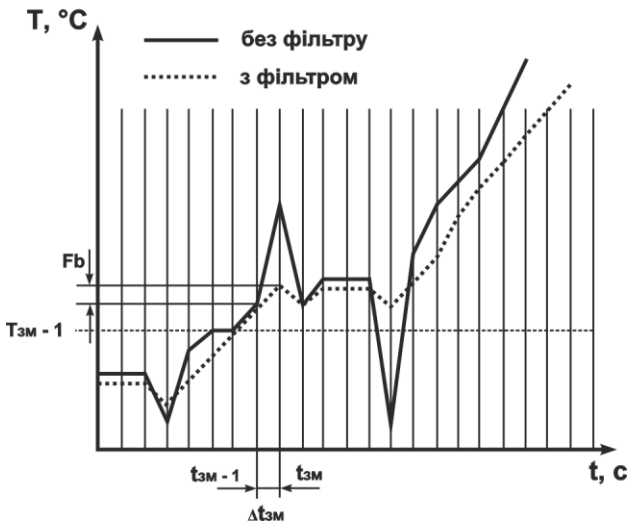

Рисунок 3
**2.2.6.1** Смуга цифрового фільтру дозволяє захистити вимірювальний тракт від одиничних завад та задається у градусах Цельсія ( $^{\circ}C$ ). Якщо виміряне значення «Тизм» відрізняється від попереднього «Тизм-1» на величину, більшу за значення параметра  $F_{fb}$ , тоді виріб надає йому значення, що дорівнює («Тизм» +  $F_{fb}$ ) (рис. 3). Таким чином характеристика згладжується.